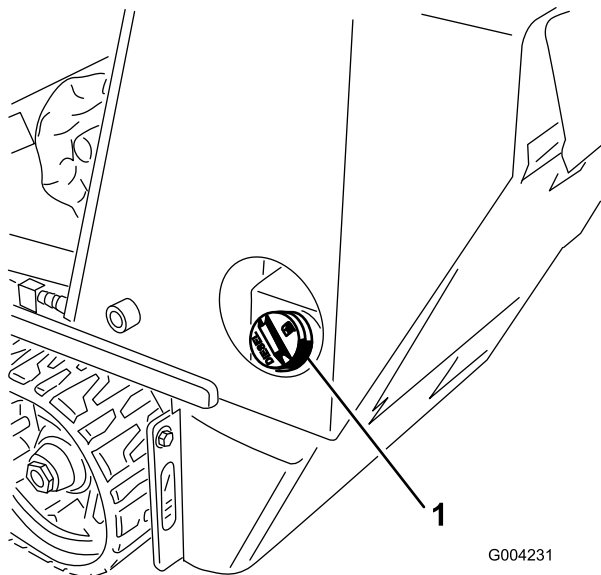

Bild 16
1. Schrauben Sie den Tankdeckel ab (Bild 16).